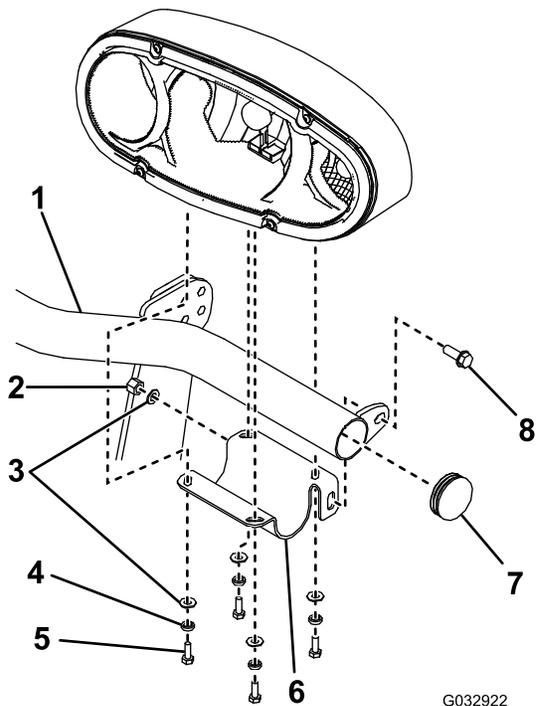

Bild 10
2. Stellen Sie sicher, dass die Endkappen an den Enden der Scheinwerferleiste angebracht sind (Bild 10).
3. Befestigen Sie die linke Scheinwerferhalterung mit einer Bundkopfschraube (3/8"- 1"), einer Flachscheibe und einer Nylon-Sicherungsmutter an der Scheinwerferleiste (Bild 10). Ziehen Sie die Schrauben mit 31 N·m an.
4. Befestigen Sie den linken Scheinwerfer mit zwei vier ($\frac{1}{4}$ "), Schlitz-Scheinwerfern und Flachscheiben an der Scheinwerferhalterung (Bild 10).